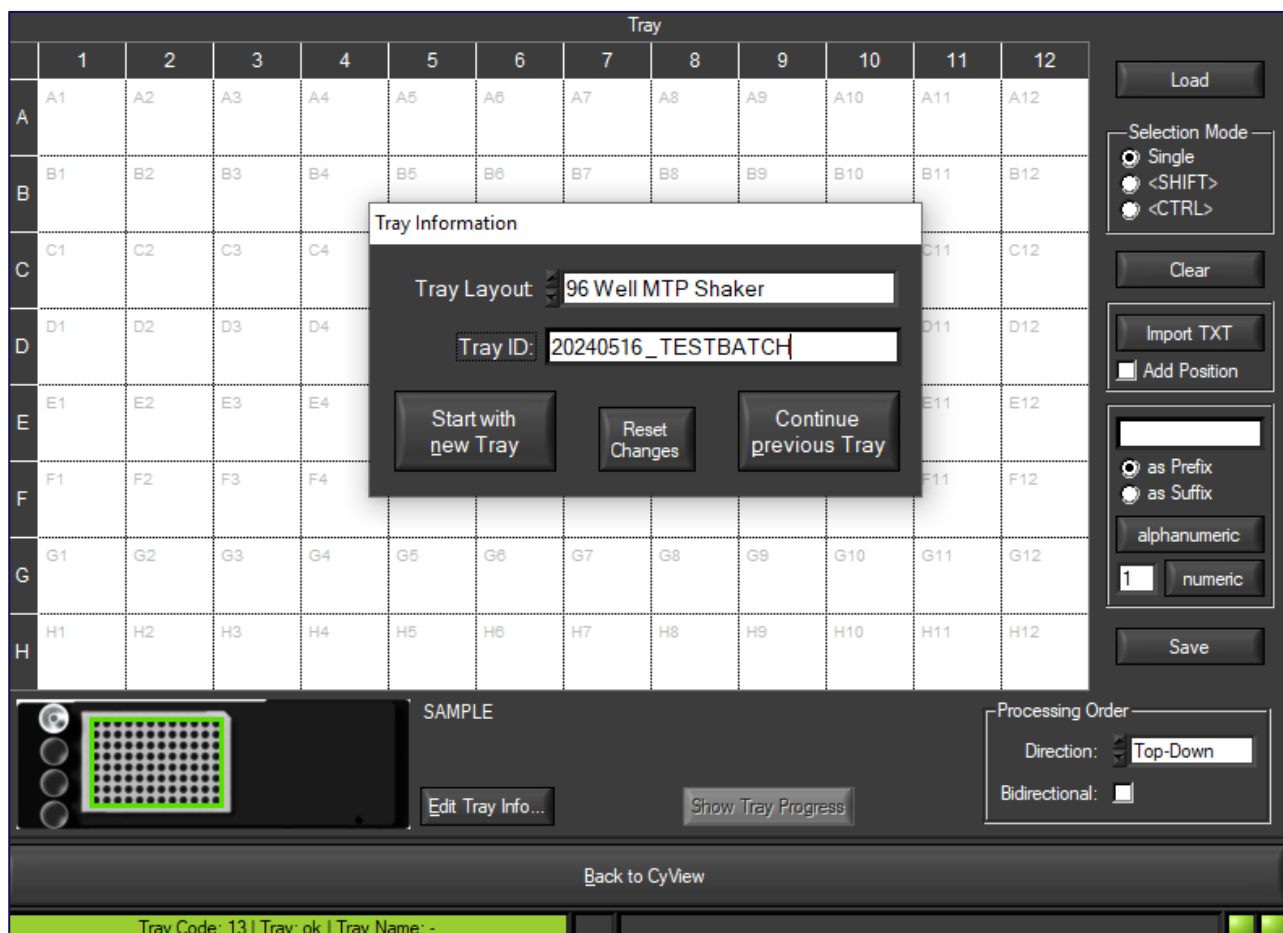

Abbildung 20. Auswahl des Plattenlayouts
- Nun öffnet sich ein Fenster (siehe Abbildung 20). Hier haben Sie die Möglichkeit eine *Tray-ID* (Batch-Nummer) (z.B. die Analyse-ID) zu vergeben. Verwenden Sie nur alphanumerische Zeichen (A-Z, a-z, 0-9) und den Tiefstrich „_“ für die Tray-ID (z.B. 20250213_TESTBATCH), da andere Zeichen & Sonderzeichen nicht erkannt werden und bei der Erstellung des Ordners gelöscht werden.